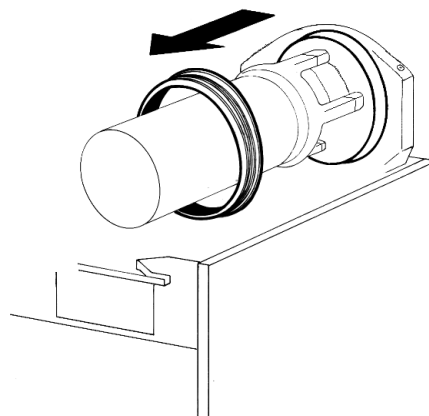

**figure 10**
**3** Enlever de l'évaporateur la spirale extérieure (voir figure 10) puis l'hélice intérieure (voir figure 11).